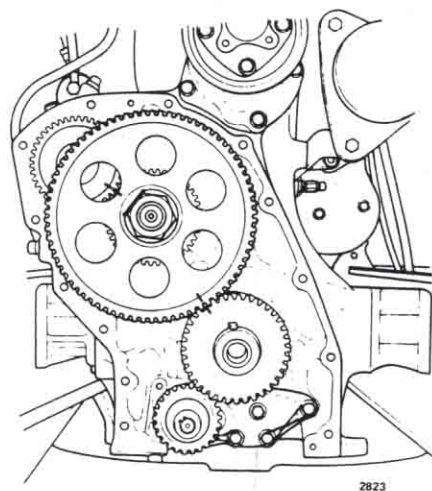

Fig 30. Transmissionsdrevens märkning.
3. Vrid vevaxeln runt tills transmissionsdrevens märkning stämmer överens, se fig 30. Därefter får inte vev- eller kamaxel dras runt sedan dreven demonterats, ty då kan kolvar och ventiler skadas. Om det är nödvändigt att dra runt vevaxeln måste först vipparmsmekanismen demonteras.
8. För in kamaxeln i motorblocket. Se till att drevens märkning stämmer överens, se fig 30.